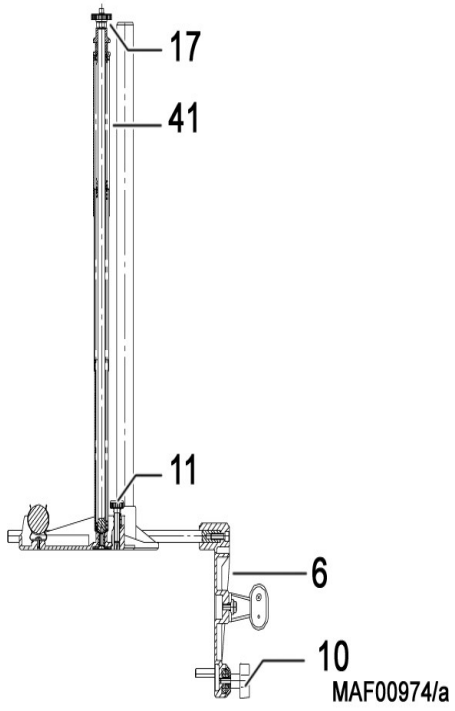
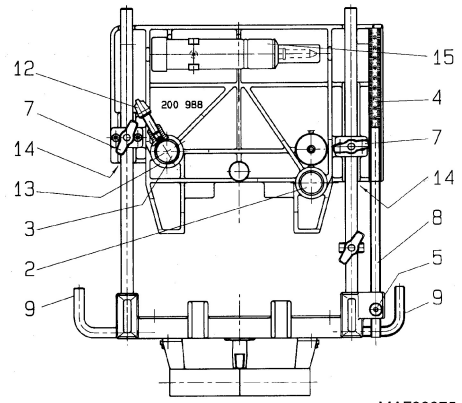
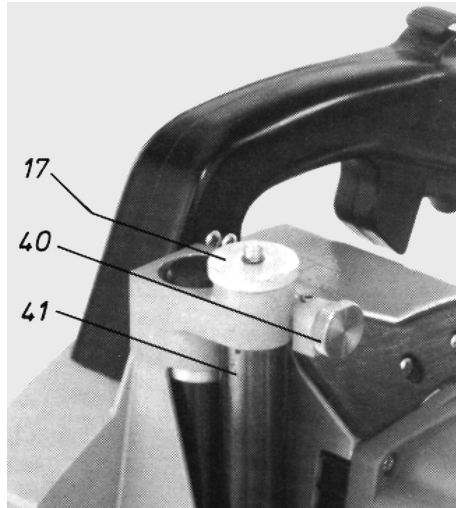

Abb. 1 (Fig. 1 ill. 1 afb. 1)
Abb. 2 (Fig. 2 ill. 2 afb. 2)
Abb. 3 (Fig. 3 ill. 3 afb. 3)
- LS 103 auf Führungssäulen 2 und 3 (Abb. 2) schieben und Rändelmutter 17 (Abb. 3) wieder fest aufschrauben.
- Nun Parallelanschlag 6 (Abb. 1) in die vorgesehenen Aufnahmen 14 (Abb. 2) stecken und mit Flügelschrauben 7 festspannen.
Da verschieden dicke Fräskettengarnituren (6 - 21 mm) verwendet werden können, muss Skala 4 (Abb. 2) nach dem Wechseln der Fräskettengarnitur neu justiert werden.
- Dazu werden Senkschraube 5 und Flügelschrauben 7 gelöst und der Parallelanschlag 6 (Abb. 1) eingeschoben, bis er an der Fräskette anstößt.
- Danach wird auch der Anzeigestab 8 (Abb. 2) bis zur 0-Markierung der Skala 4 geschoben und mit Senkschraube 5 wieder festgespannt.
- Am Schlitzgerät SG 230 Rändelmutter 17 (Abb. 1) entfernen.
- Beim LS 103 Rastbolzen 40 (Abb. 3) im Uhrzeigersinn bis auf Anschlag verdrehen.
Der Abstand einer Einfräsung parallel zur Kante des Holzes ist durch Verstellen des Parallelanschlags 6 (Abb. 1) einstellbar.
- Zum Verstellen des Parallelanschlags 6 Flügelschrauben 7 (Abb. 2) lösen und Abstand mit Hilfe der Skala 4 einstellen.
- Nach der Einstellarbeit Flügelschrauben 7 wieder anziehen. Zusätzlich kann der Parallelanschlag 6 (Abb. 1) durch einfaches Umdrehen auch als Doppelaufgabe verwendet werden.
Der Abstand einer Einfräsung rechtwinklig zur Kante ist mit den Anschlagbügeln 9 (Abb. 2) einstellbar.
- Flügelschraube 10 (Abb. 1) lösen und Abstand einstellen.
Bei waagrechten Fräsarbeiten kann Gewichtsausgleich 41 (Abb. 3) außer Funktion gesetzt werden und ermöglicht so ein leichteres Eintauchen.
- Flügelschraube 12 (Abb. 2) lösen und Anschlagring 13 auf Tiefe einstellen.
Bei senkrechten Fräsarbeiten dient Haltespitze 11 (Abb. 1) als Verrutschsicherung. Sie wird durch Verdrehen in Eingriff gebracht.
Das Rollenlager der Führungsschiene regelmäßig mit Fettpresse 15 (Abb. 2) durch das Schmierloch in der Führungsschienen spitze schmieren (**ausschließlich säurefreies Kugellagerfett verwenden!**)
- Remove knurled nut 17 (Fig. 1) from slot mortising device SG 230.
- With chain mortising machine LS 103, locking bolt 40 (Fig. 3) has to be turned clockwise as far as it will go.
- Put the chain mortising machine LS 103 on guide columns 2 and 3 (Fig. 2) and retighten knurled nut 17 (Fig. 3).
- Then attach parallel guide fence 6 (Fig. 1) to the guide fence carrier 14 (Fig. 2) provided for this purpose and tighten wing screws 7.
After changing the mortising chain set scale 4 (Fig. 2) needs to be readjusted since different widths of mortising chain sets (6 - 21 mm / 1/4 - 13/16 in.) can be used.
- To do so, loosen flat head screw 5 and wing screws 7 and move parallel guide fence 6 (Fig. 1) until it touches the mortising chain.
- Indicator bar 8 (Fig. 2) as well, has to be moved to the 0 marking on scale 4 and retightened by means of flat head screw 5.
The distance of the cut to be made parallel to the edge of the timber can be set by adjusting parallel guide fence 6 (Fig. 1).
- To adjust parallel guide fence 6 loosen wing screws 7 (Fig. 2) and set the distance by means of scale 4.
- After adjusting, retighten the wing screws 7. Parallel guide fence 6 (Fig. 1) can also be used as an extended support; simply turn it over.
The distance of a cut at a right angle to the edge of the timber can be determined by adjusting stop bows 9 (Fig. 2).
- Loosen wing screw 10 (Fig. 1) and adjust the distance.
When doing horizontal cuts the weight compensating spring 41 (Fig. 3) may be released to facilitate the cutting operation.